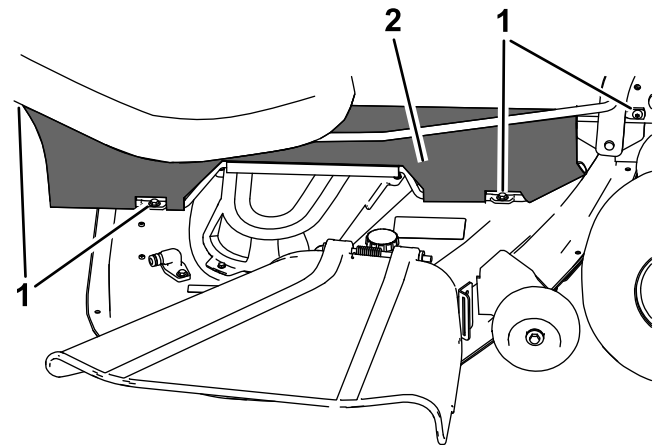

Figura 1
2. Retire a cortina existente desapertando os parafusos que prendem a cortina à estrutura e plataforma do cortador (Figura 1).